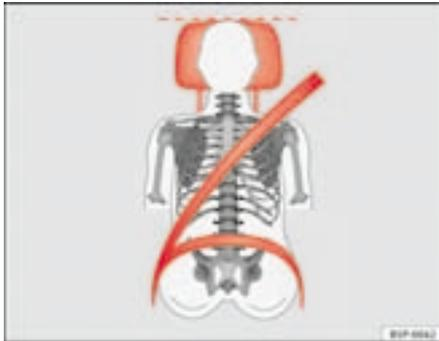
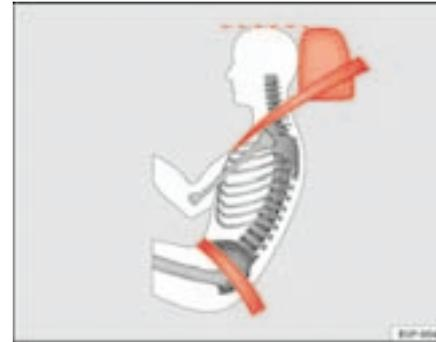

Fig. 90 Vista de frente: apoyacabezas y cinturón ajustados correctamente
Fig. 91 Vista de lado: apoyacabezas y cinturón ajustados correctamente
- Ajuste el apoyacabezas de modo que el borde superior del mismo quede a la misma altura que la parte superior de la cabeza, como mínimo a la altura de los ojos. ⇒ fig. 90 y ⇒ fig. 91.